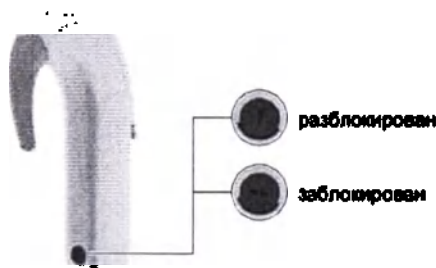

Рис. 6 Замок крышки блока элементов питания в открытом/закрытом положении
Прежде чем сдвигать вниз SONNET крышку блока элементов питания, убедитесь, что замок SONNET крышки блока элементов питания находится в открытом положении (разблокирован), как показано на Рис. 6. Если он находится в положении блокировки, используйте поставляемую MED-EL отвертку, чтобы повернуть замок против часовой стрелки в положение разблокировки.
У маленьких детей замок SONNET крышки блока элементов питания всегда должен быть повернут по часовой стрелке в положение блокировки (см. рис. 6), после того, как крышка была полностью надвинута на корпус. Это не позволит ребенку разобрать аудиопроцессор.
1. Убедитесь, что замок крышки блока элементов питания находится в открытом положении (разблокирован), как показано на Рис. 6. Если он находится в положении блокировки, используйте поставляемую MED-EL отвертку, чтобы повернуть замок против часовой стрелки в положение разблокировки.
3. Убедитесь, что замок крышки блока элементов питания находится в открытом положении (разблокирован), как показано на Рис. 6. Если он находится в положении блокировки, используйте поставляемую MED-EL отвертку, чтобы повернуть замок против часовой стрелки в положение разблокировки.
У маленьких детей замок крышки блока элементов питания всегда должен быть повернут по часовой стрелке в положение блокировки (см. рис. 6), после того, как крышка была полностью надвинута на корпус. Это не позволит ребенку разобрать аудиопроцессор.